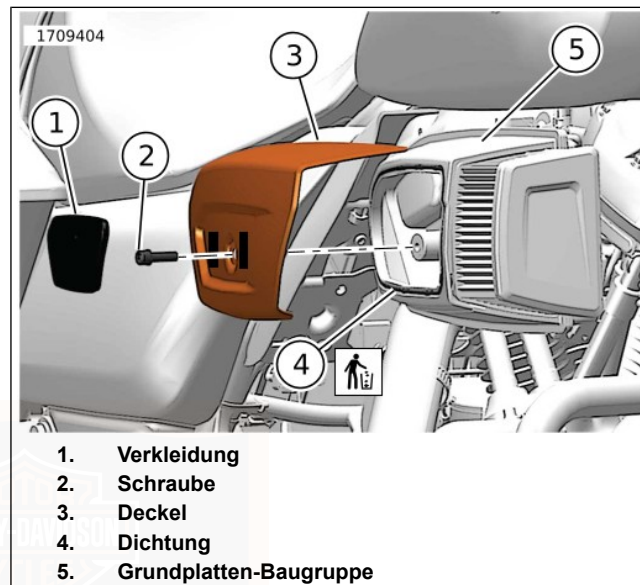
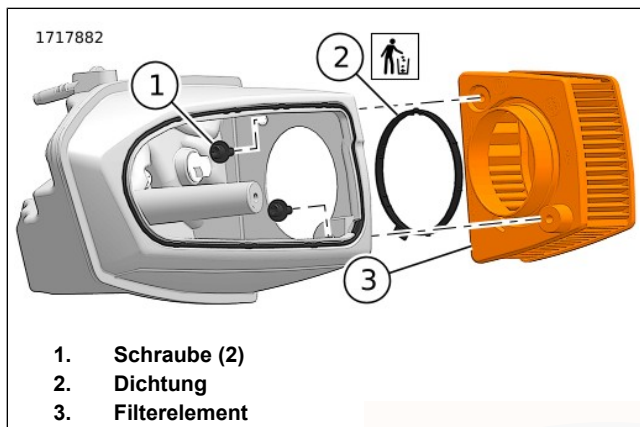

Abbildung 108. Luftfilterabdeckung
Abbildung 109. Luftfiltereinsatz
1. Siehe Abbildung 108. Die Luftfilterabdeckung entfernen.
- a. Die Zierblende (1) mit einem keine Schäden verursachenden Werkzeug von der Abdeckung (3) trennen.
- b. Die Schraube (2) entfernen.
- c. Deckel entfernen (3).
2. Siehe Abbildung 109. Den Luftfiltereinsatz entfernen.
- a. Die Schrauben (1) entfernen.
- b. Den Luftfiltereinsatz (3) entfernen.
- c. Entfernen Sie das Siegel (2). Auf Schäden oder Verschleiß prüfen. Bei Bedarf austauschen.
1. Siehe Abbildung 108. Prüfen Sie die Dichtung (4) auf Beschädigungen oder Verschleiß. Bei Bedarf austauschen.
- a. Beim Austausch der Dichtung die Nut in der Grundplatten-Baugruppe (5) von allen Ölresten und Ablagerungen reinigen.
2. Siehe Abbildung 109. Den Luftfiltereinsatz anbringen.
- a. Die Lasche an der Dichtung (2) an der Einkerbung am Filterelement (3) ausrichten. Dichtung einbauen.
- d. Die Schrauben (1) einbauen. Festziehen.
3. Siehe Abbildung 108. Die Luftfilterabdeckung anbringen.
- a. Abdeckung (3) anbringen.
- b. Schraube (2) einbauen. Festziehen.